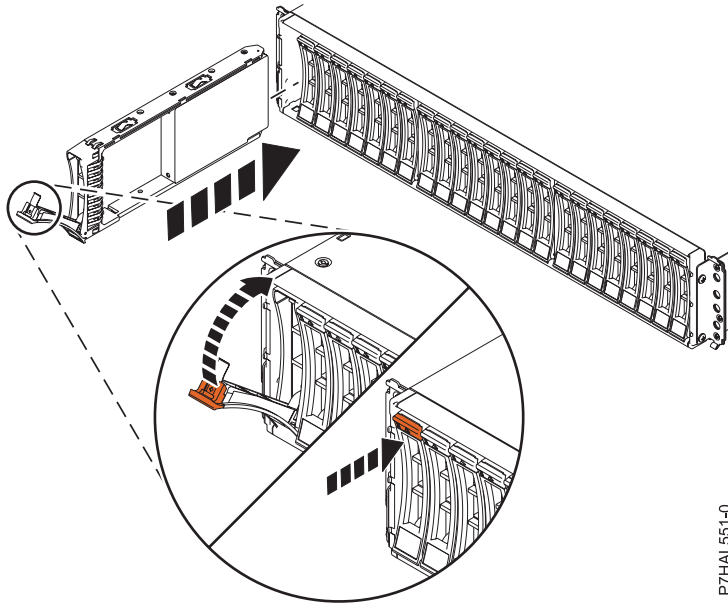

Figure 18. Installation de l'unité de disque dans le boîtier d'unité de disque 58/87
1. Avec la poignée en position déverrouillée, comme illustré à la figure 18, à la page 27, maintenez l'unité par le dessous pour l'aligner avec les rails de guidage dans l'unité d'extension.